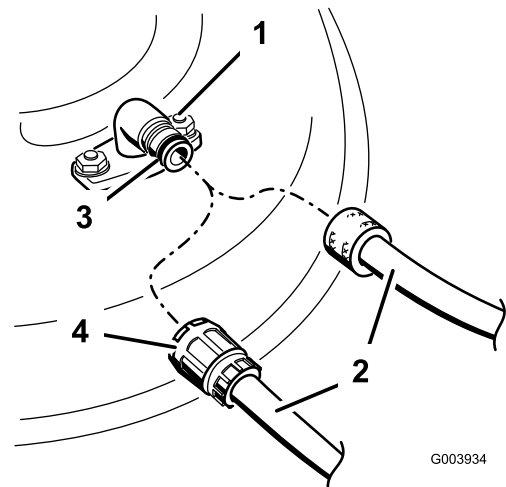

Figura 60
3. Coloque a união da mangueira na extremidade de limpeza do cortador e ligue a água em elevado (Figura 60).